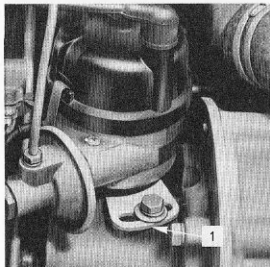

Fig. 77 Inställningsanordning för fördelaren
5. Lossa klammern vid fördelarens underkant, fig. 77, och vrid fördelarhuset mot rotorns rotationsriktning tills kontakterna just börjar bryta. Drag sedan till klammern.